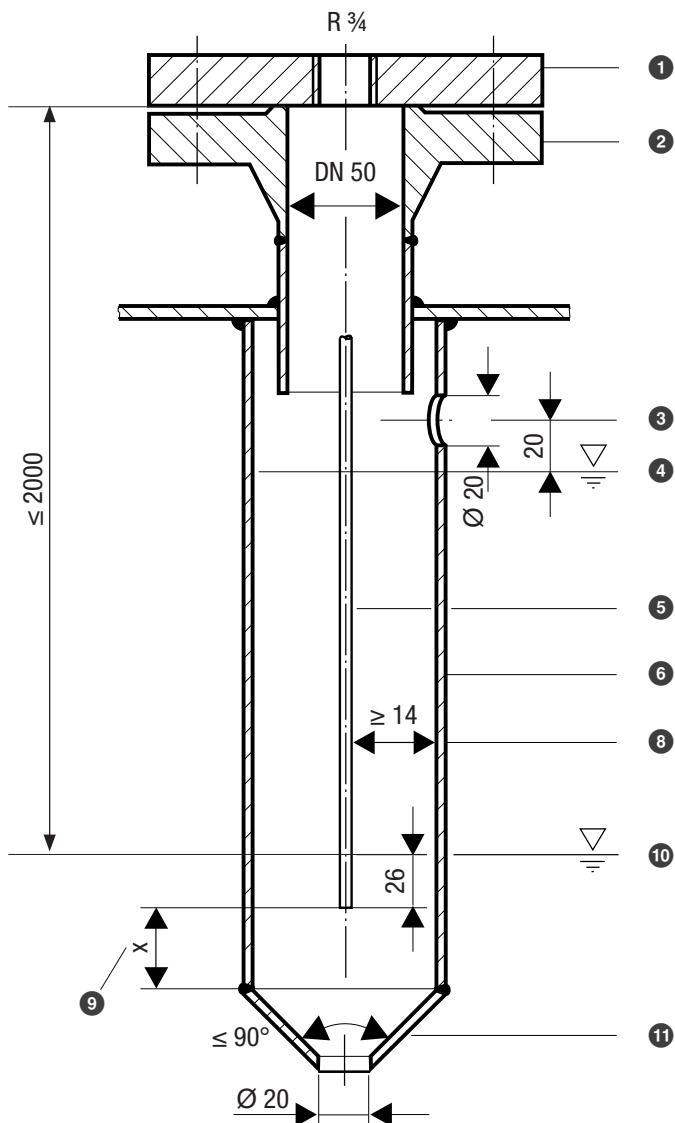
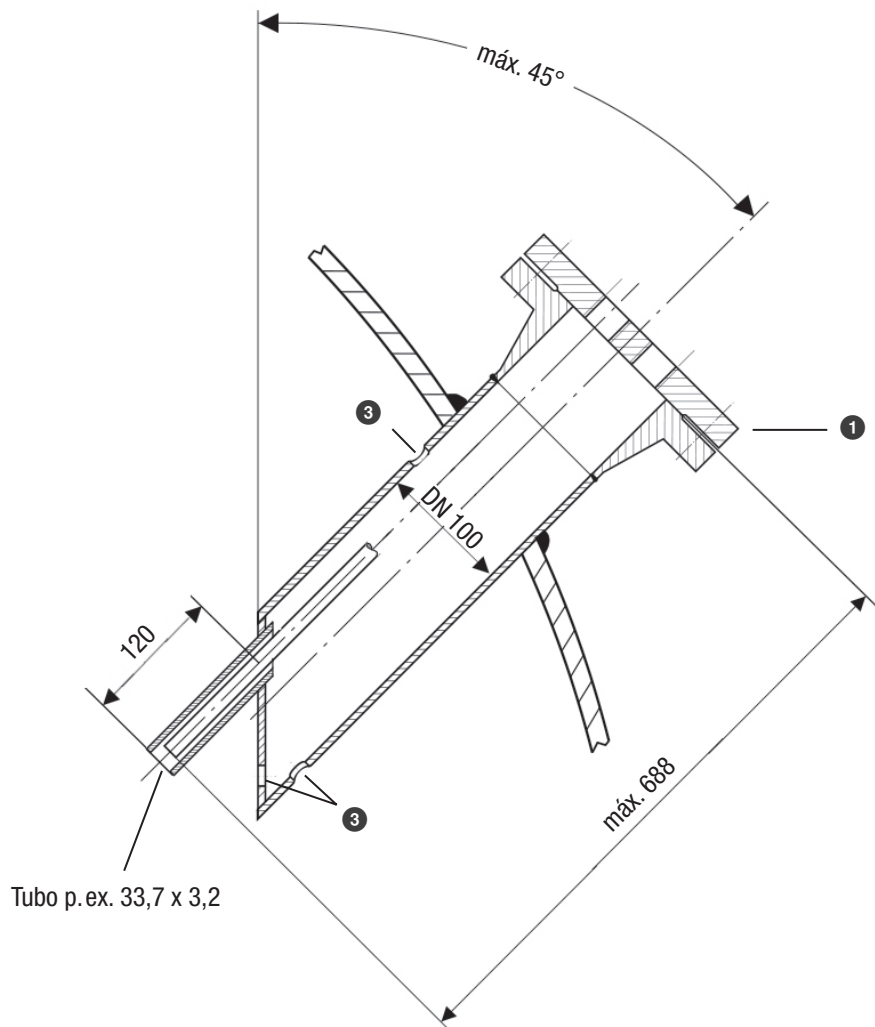

Fig. 12
Fig. 16
- Respeitar as distâncias mínimas ao montar o elétrico de nível, ver exemplos de montagem Fig. 12 a Fig. 16.
O ângulo de inclinação do elétrico de nível é de, no máximo, 45° e o comprimento da haste do elétrico está limitado a, no máximo, 688 mm, ver Fig. 16.
Exemplos de montagem com especificação de medidas, ver Fig. 12, página 30
Legenda Fig. 12 a Fig. 16
- 1 Fig. 12, 13: Flange (PN 40, DN 50) DIN EN 1092-01 (elétrodo individual)